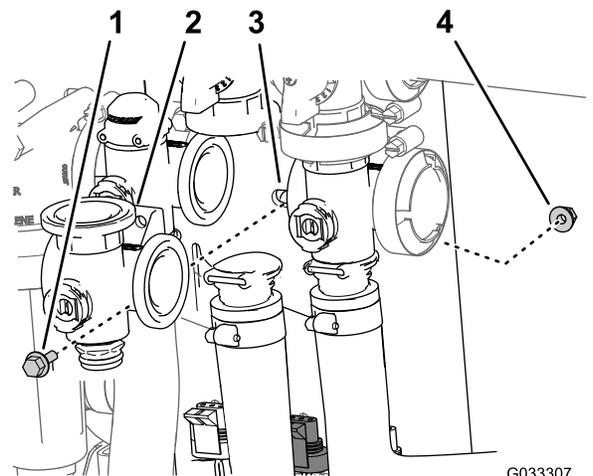

图 71
3. 卸下将搅拌阀固定至阀安装座的凸缘头螺栓和凸缘锁紧螺母然后从机器中拆下阀歧管图 71。